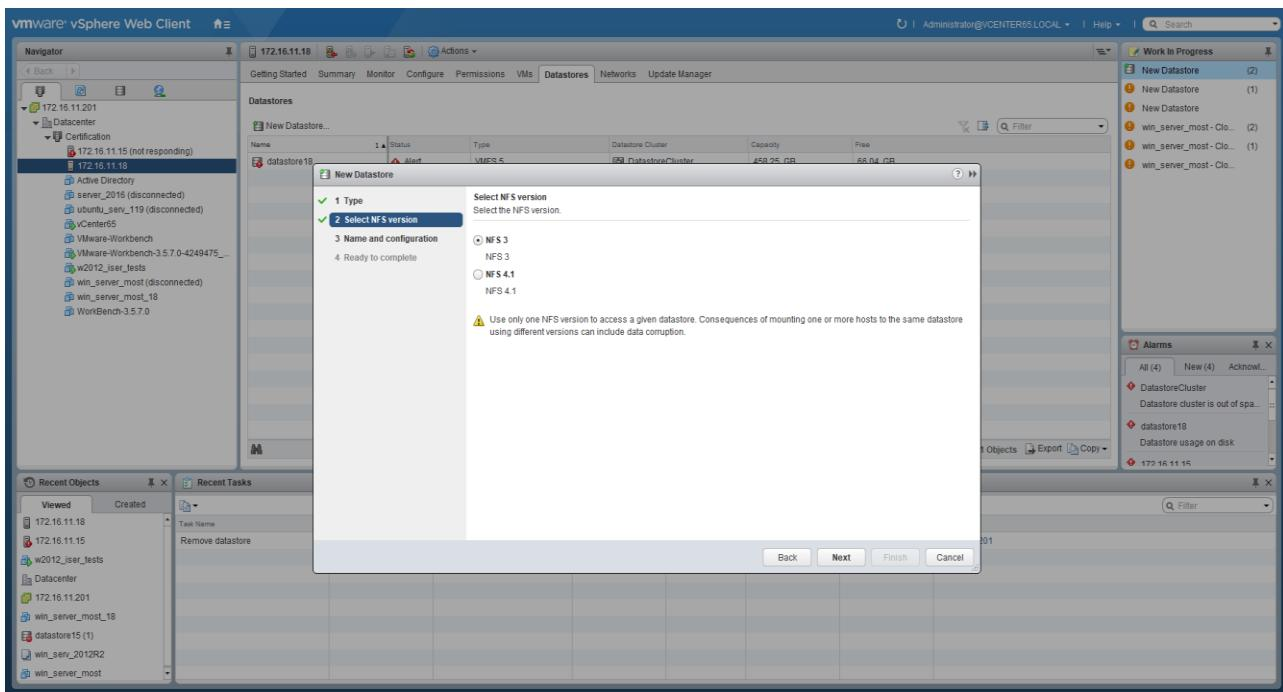

Рисунок 144. Версия NFS
6. Выберите версию NFS – NFS 3 (см. Рисунок 144).